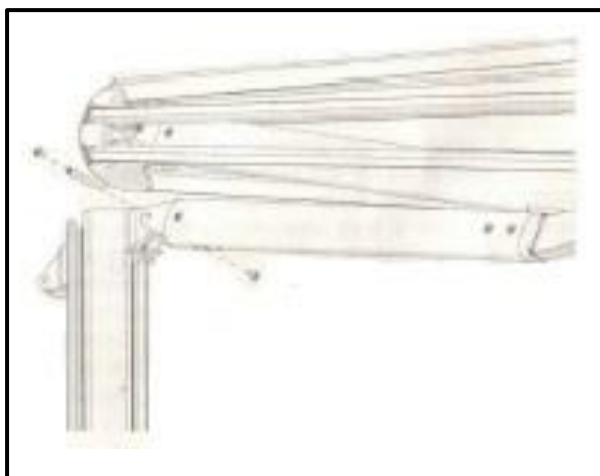

図.3
- ① 支柱 (A) 上部にパラソル (B) を持ち上げて、円柱金属ネジ筒 (c) を穴に通して4mm 六角棒レンチ (f) で丸型ネジ (e) を締めます。(図.3)